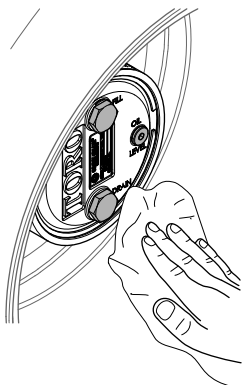

Bild 131
3. Wischen Sie das Gehäuse des Planetengetriebes und der Bremse ab (Bild 131).